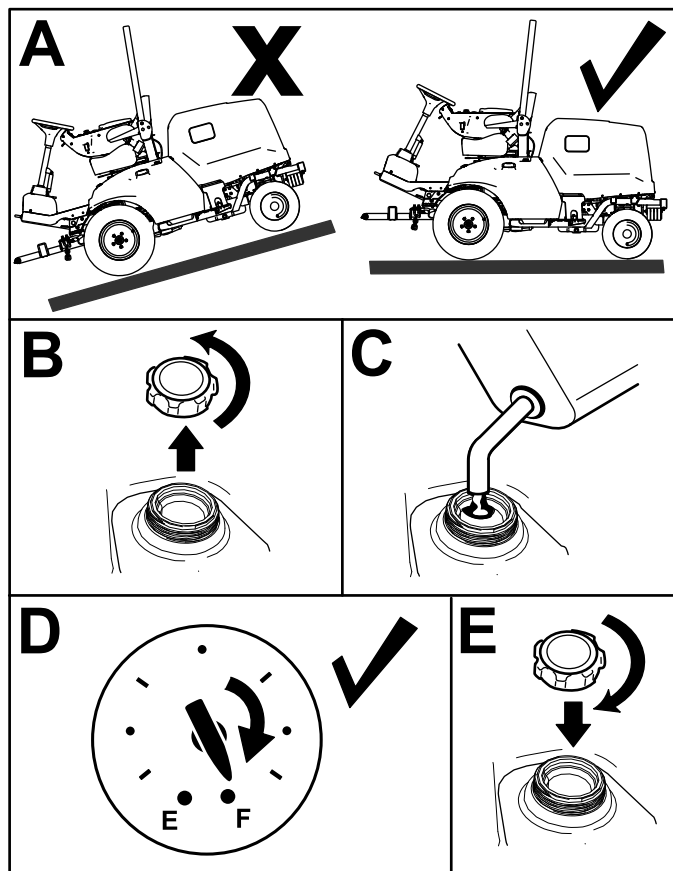

图 32
1. 将机器停放在水平地面上 **图 32** 接合手刹关闭发动机然后拔出钥匙。